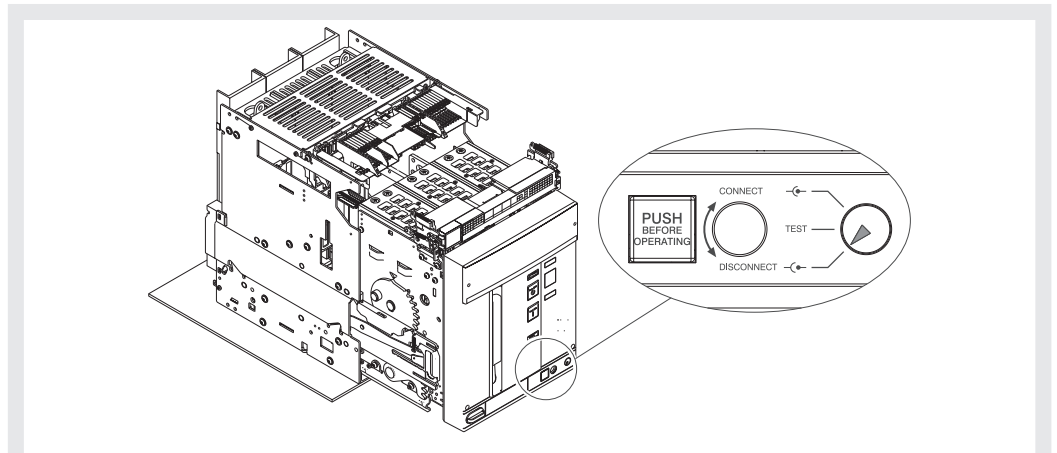

Figura 41
- Verificare che il segnalatore indichi la posizione **DISCONNECT**. Vedi Figura 41.